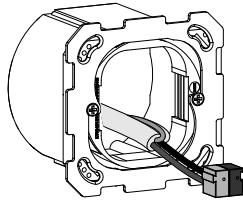

Bild 3: Tragring montieren
- Die Befestigungsplatte mit Adaptring lagerichtig auf eine Gerätedose montieren (Bild 3).